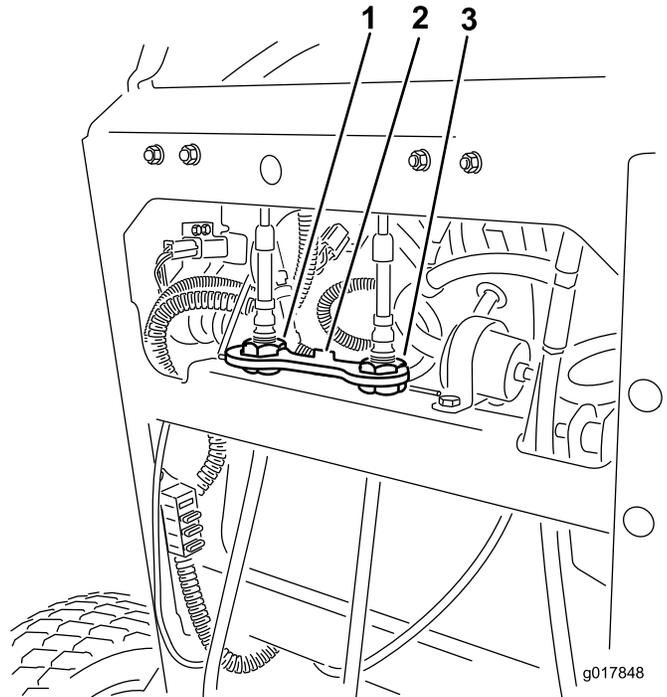

Figura 72
6. Instale o bloqueio do cabo nas porcas de ajuste do cabo para fixar o ajuste (Figura 72).